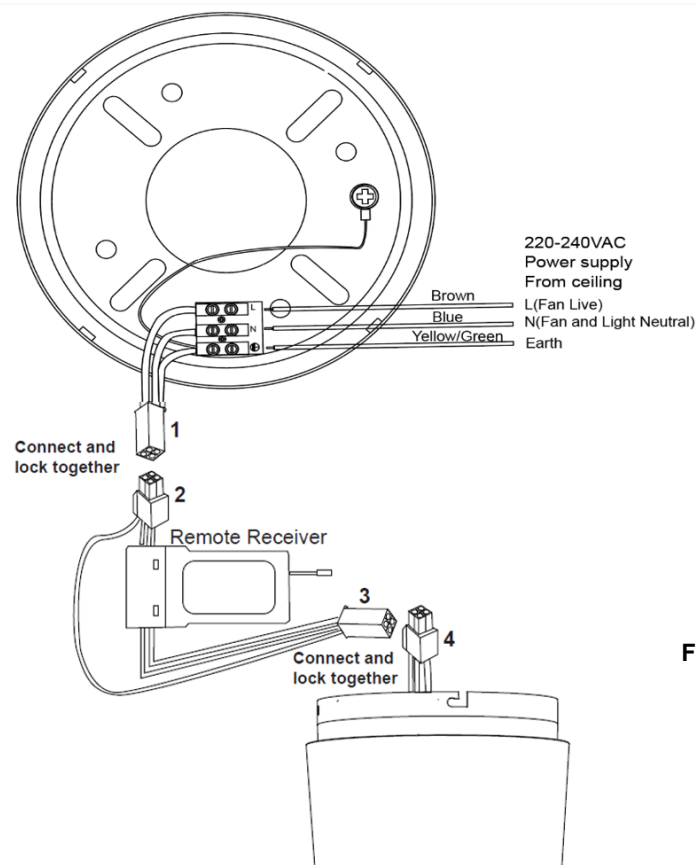

Fig. 5
DIAGRAMA DE CABLEADO DE LOS MODELOS CON CONTROLADOR REMOTO (Fig.5):
- Realice la conexión de los cables L, N y Tierra al bloque de terminales del soporte de montaje como se muestra en el diagrama de la Fig. 5.
- Enchufe los conectores rápidos del soporte de montaje (1) y del receptor remoto (2) y asegúrese de que encajan.
- Enchufe los conectores rápidos del receptor remoto (3) y del ventilador (4) y asegúrese de que encajan.